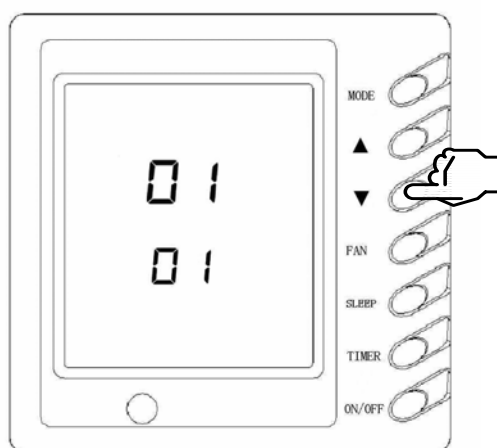

Рис.21
- «Температурой в помещении» считается температура воздуха, входящего во внутренний блок. На дисплее изображено 01 (рис. 21).